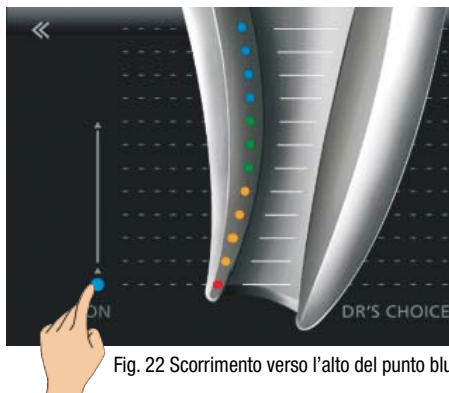

Fig. 22 Scorrimento verso l'alto del punto blu
- Appoggiare un dito sul punto blu e trascinarlo nella posizione desiderata nella sezione apicale (Fig. 22).